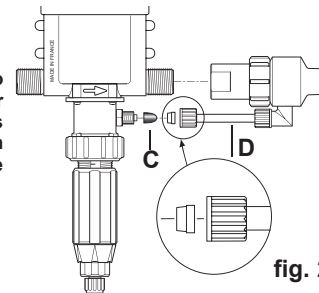

fig. 2
Para os modelos de Injeção Externa (IE) que permitem trabalhar com determinados concentrados corrosivos, o Dosatron também vem equipado com uma vara de injeção externa (Fig. 2-D).
ATENÇÃO! Deixar o filtro a cerca de 10 cm [4"] do fundo do recipiente contendo a solução de modo a evitar a aspiração de partículas não solúveis que podem danificar o corpo doseador (Fig. 2).